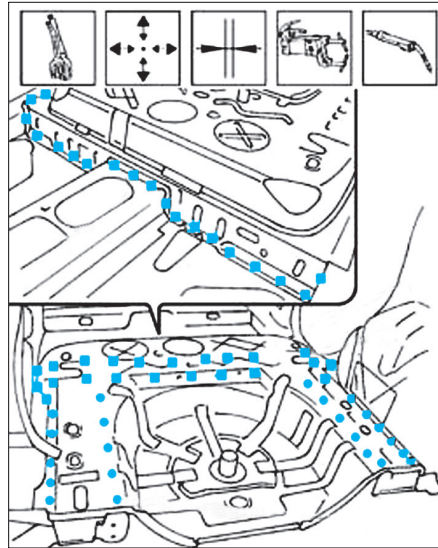

FIG. 33
- Ajuster le plancher arrière avec la jupe arrière, puis souder comme illustré (Fig.33).